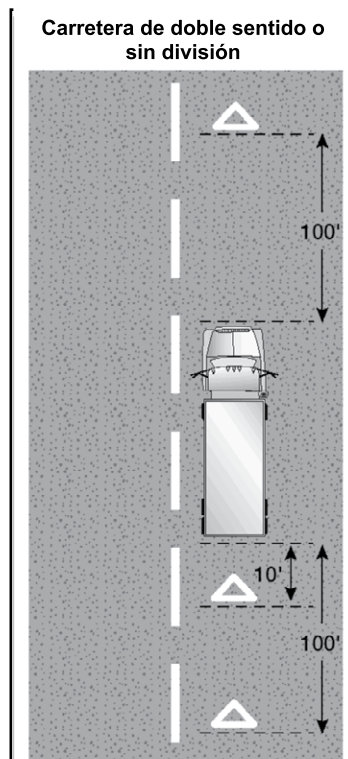

Figura 2.9
- Si para en un camino de 2 carriles con tráfico en ambas direcciones o en una carretera que no esté dividida, coloque sus dispositivos de advertencia a 10 pies del frente o las esquinas traseras para demarcar la ubicación del vehículo y a 100 pies por delante y por detrás del vehículo en la orilla o en el carril donde haya parado. Vea la Figura 2.9.